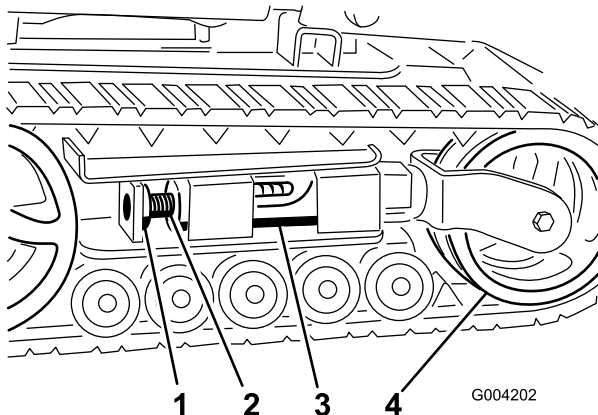
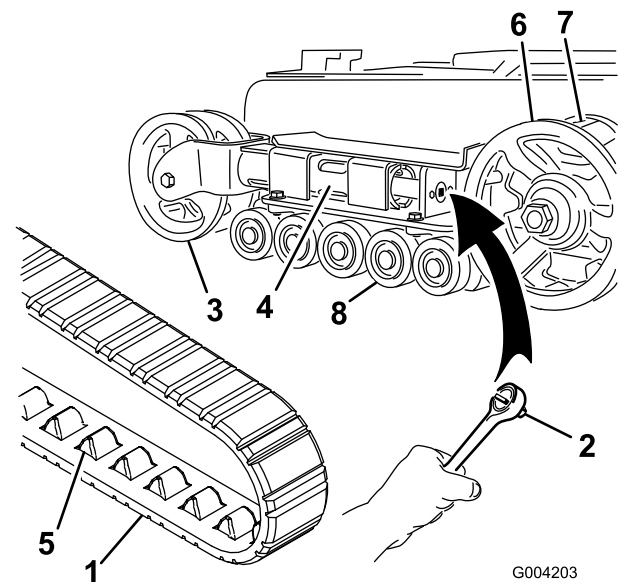

Figura 62
Figura 63
3. Retire el perno de bloqueo y la tuerca (Figura 62).
4. Usando una llave de 1/2 pulgada (Figura 63), gire el tornillo tensor en el sentido contrario a las agujas del reloj hasta que la distancia entre la tuerca tensora y
5. Alinee la muesca más próxima del tornillo tensor con el taladro del perno de bloqueo, y fije el tornillo con el perno de bloqueo y la tuerca (Figura 62).
4. Usando una llave de 1/2 pulgada, alivie la tensión en la oruga girando el tornillo tensor en el sentido de las agujas del reloj (Figura 62 y Figura 63).
5. Empuje la rueda tensora hacia la parte de atrás de la unidad de tracción para mover el tubo de horquilla contra el bastidor (Figura 63). (Si no toca el bastidor, siga girando el tornillo tensor hasta que lo toque.)
7. Cuando haya retirado la oruga de la rueda tensora, retírela de la rueda motriz y de las ruedas de rodaje (Figura 63).
8. Empezando en la rueda motriz, pase la oruga nueva alrededor de dicha rueda, asegurándose de que los dientes de la oruga encajen entre los espaciadores de la rueda (Figura 63).
9. Empuje la oruga por debajo de y entre las ruedas de rodaje (Figura 63).